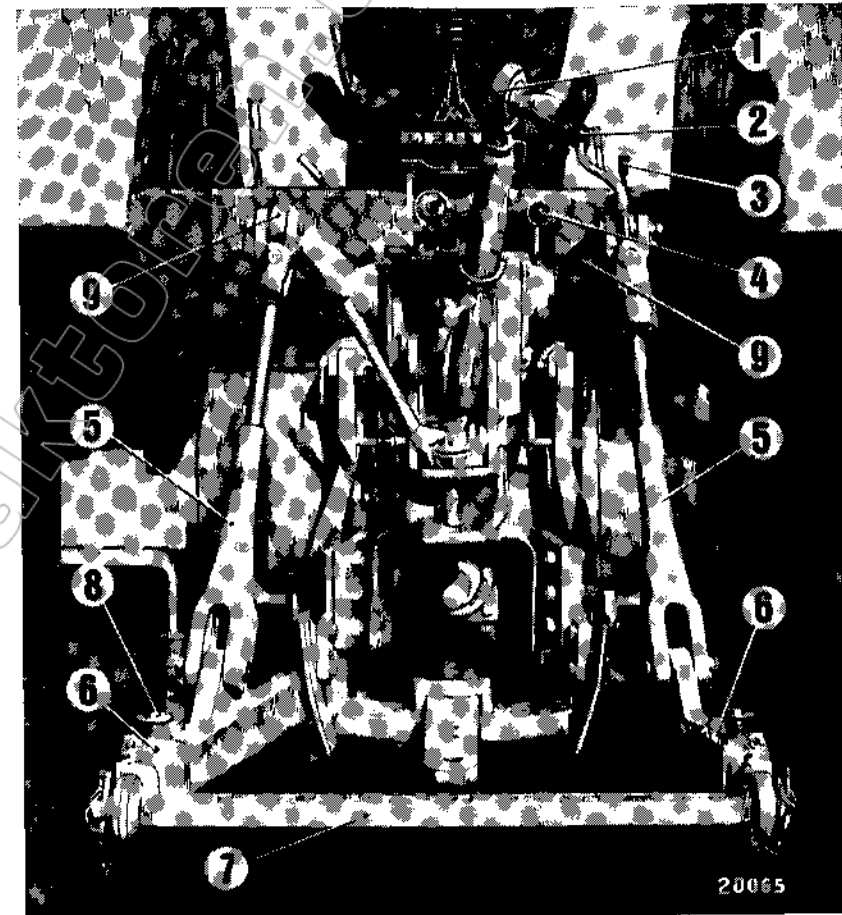

Bild 34
Die Dreipunktkupplung besteht aus den beiden unteren Lenkern ⑥ u. ⑧, dem oberen Lenker ①, der Anhängeschiene ⑦ und den beiden Verbindungsstangen ⑤ ⑨ (siehe Bild 34 auf Seite 35). Die rechte Verbindungsstange besitzt eine Handkurbel, die ein Verkürzen oder Verlängern der Stange zum Anpassen des rechten unteren Lenkers an die Koppelhöhe des Arbeitsgerätes und den waagerechten Ausgleich der beiden unteren Lenker ermöglicht. Die linke Verbindungsstange kann durch Verdrehen ebenfalls in der Länge verstellt werden. Ringmarkierungen auf den Schäften der Stangen erlauben eine genaue Einstellung. Der obere Lenker ist zwischen den Führungsschienen der Anhängervorrichtung gelagert und wird bei Nichtgebrauch hochgestellt und von einem Federbügel gehalten. Die Länge des oberen Lenkers kann verändert werden, wenn die Flügelschraube gelöst und die Führungshülse verdreht wird. Flügelschraube anschließend wieder festziehen.